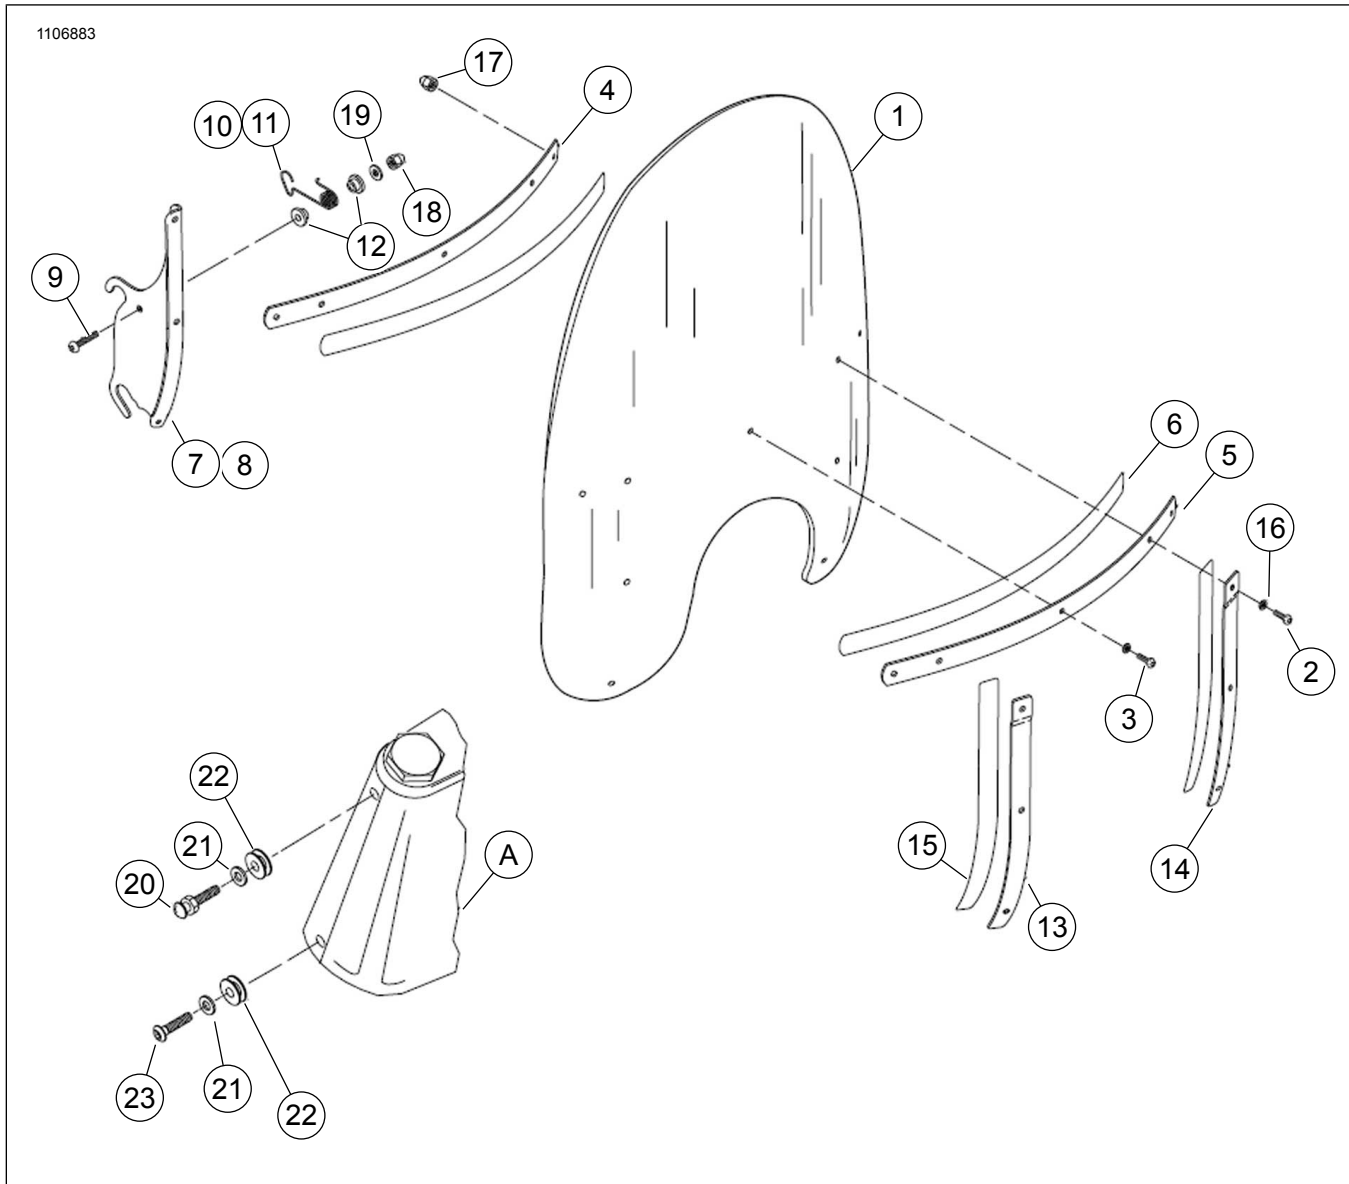

Abbildung 1. Ersatzteile: Windschutzscheibensätze
Siehe Abbildung 1 und Tabelle 1.
2. Siehe Abbildung 1. Die oberen Befestigungsstellenbuchsen (22), mit Unterlegscheibe (21) und Halbrundkopfschrauben (20) anbringen. LOCTITE 242 MEDIUM STRENGTH THREADLOCKER ADHESIVE (BLAU) (Loctite 242) auf die Gewindegänge auftragen. Festziehen. 25,8 N·m (19 ft-lbs)
4. Bei Fahrzeugen mit verchromtem Scheinwerfertopf die untere Befestigungsbuchse (22) mit einer Unterlegscheibe (21) und Halbrundkopf-Innensechskantschraube (23) befestigen. Bei Fahrzeugen mit Street Stalker-Scheinwerfertopf die untere Befestigungsbuchse (22) mit Unterlegscheibe (21) und Halbrundkopf-Innensechskantschraube (24) anbringen.